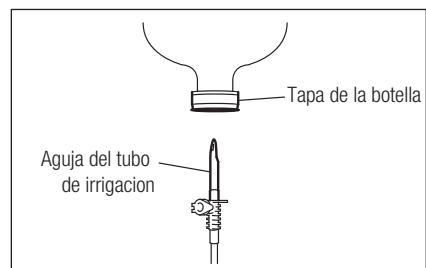

Fig. 13
2) Introduzca la aguja del tubo de irrigación en el tapón de la botella/bolsa. (Fig.13)